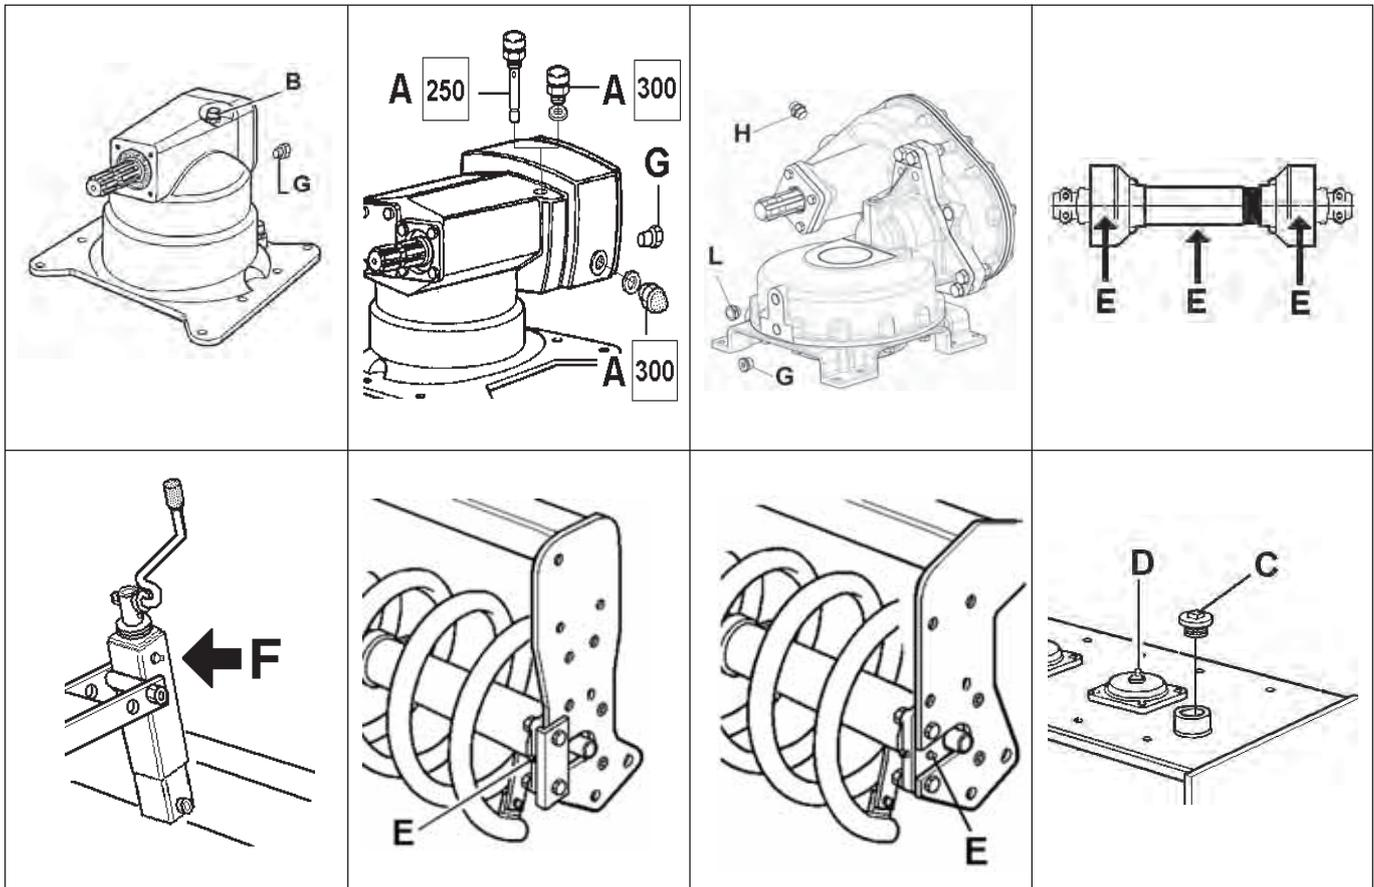

Fig. 32
- toutes les 8 heures de travail lubrifier les croisillons et le tube de le cardan E (Fig. 32);
- Alle 8 Betriebsstunden die verschiedenen seitlichen Gelenkwelle, rolle und gabeln schmieren E (Abb. 32);
- after every 8 hours service, grease the universal joint E (Fig. 32);
- cada 8 horas de trabajo engrasar los tubos y los cruceros del cardan E (Fig. 32);
- **ogni 8 ore di lavoro** verificare il livello olio del cambio o del riduttore; se insufficiente ripristinarlo **A-B-G-H-L** (Fig. 32);
- **ogni 20 ore di lavoro** ingrassare i supporti del rullo livellatore **E** (Fig. 32); l'eventuale sollevatore idraulico per la seminatrice; gli snodi delle fiancate mobili (per RmaX) e tutti i rimanenti punti di lubrificazione dotati di apposito ingrassatore;
- **dopo le prime 50 ore di lavoro** sostituire completamente l'olio del cambio o del riduttore **A - B** (Fig. 32);
- **dopo le prime 50 ore di lavoro** sostituire completamente l'olio del cambio o del riduttore **H - L** (Fig. 32);
- **ogni 50 ore di lavoro** verificare il livello del lubrificante nelle vasche ingranaggi; deve coprire il fondo della vasca per almeno 2 centimetri **C** (Fig. 32); ingrassare sugli appositi ingrassatori **F** (Fig. 32);
- **ogni 200 ore di lavoro** ingrassare sugli appositi ingrassatori **D** (Fig. 32);
- **ogni 400 ore di lavoro** sostituire completamente l'olio del cambio o del riduttore; pulire i tappi di scarico se magnetici **A-B-G-H-L** (Fig. 32);
- **toutes les 8 heures de travail** vérifier le niveau de l'huile dans la boîte du réducteur; si la quantité est insuffisante, rajouter de l'huile **A-B-G-H-L** (Fig. 32);
- **toutes 20h de travail**: lubrifier le support de le rouleau, **E** (Fig. 32); et l'attelage hydraulique pour la semoir se le montée.
- **Après les 50 premières heures de travail** vidanger entièrement l'huile de la boîte et du réducteur **A - B** (Fig. 32);
- **Après les 50 premières heures de travail** vidanger entièrement l'huile de la boîte et du réducteur **H - L** (Fig. 32);
- **toutes les 50 heures de travail** vérifier le niveau du lubrifiant dans les carters des engrenages; il doit couvrir le fond du carter pour au moins 2 centimètres **C** (Fig. 32); lubrifier à travers les graisseurs spéciaux **F** (Fig. 32);
- **toutes les 200 heures de travail** lubrifier à travers les graisseurs spéciaux **D** (Fig. 32);
- **toutes les 400 heures de travail** vidanger l'huile de la boîte ou du réducteur; nettoyer les bouchons de vidange s'ils sont magnétiques **A-B-G-H-L** (Fig. 32);
- **Alle 8 Betriebsstunden** den Ölstand im Schalt- oder Wechselgetriebe prüfen. Wenn der Stand zu tief ist, Öl an den Stellen **A-B-G-H-L** (Abb. 32) nachfüllen.
- **Alle 20 betriebsstunden**: Stützen und Spindel der Planierwalze **E** (Abb. 32); die oberen Stützen des Zahnradergehäuses.
- **Nach den ersten 50 Betriebsstunden** muss das Öl im Schalt- oder Wechselgetriebe ganz ersetzt werden. **A-B** (Fig. 32)
- **Nach den ersten 50 Betriebsstunden** muss das Öl im Schalt- oder Wechselgetriebe ganz ersetzt werden. **H-L** (Fig. 32)
- **Alle 50 Betriebsstunden** den Schmierstoffstand in der Getriebewanne prüfen. Der Boden der Getriebewanne muss mindestens 2 Zentimeter hoch mit Öl bedeckt sein (**C** Abb. 32); alle schmierenippel Schmierer **F** (Abb. 32);
- **Alle 200 Betriebsstunden** Alle schmierenippel Schmierer **D** (Abb. 32);
- **Alle 400 Betriebsstunden** den Ölstand im Schalt- oder Wechselgetriebe ganz ersetzen. Die Ablass-Stopfen reinigen, auch wenn sie magnetisch sind (**A-B-G-H-L** Abb. 32).
- or final drive **after every 8 hours service**. Top up if the level is low **A-B-G-H-L** (Fig. 32);
- **Every 20 hours of operation** grease the support of levelling roller **E** (Fig.32); the eventual hydraulic lifting device for the sowing machine (for RmaX), and every point which have a grease nipples.
- completely change the oil in the gearbox or final drive **after the first 50 hours service A - B** (Fig. 32);
- completely change the oil in the gearbox or final drive **after the first 50 hours service H - L** (Fig. 32);
- check the level of the lubricant in the gear trays **after every 50 hours service**. It must cover the bottom of the tray to a depth of at least 2 centimeters **C** (Fig. 32); grease through the special grease nipple **F** (Fig. 32);